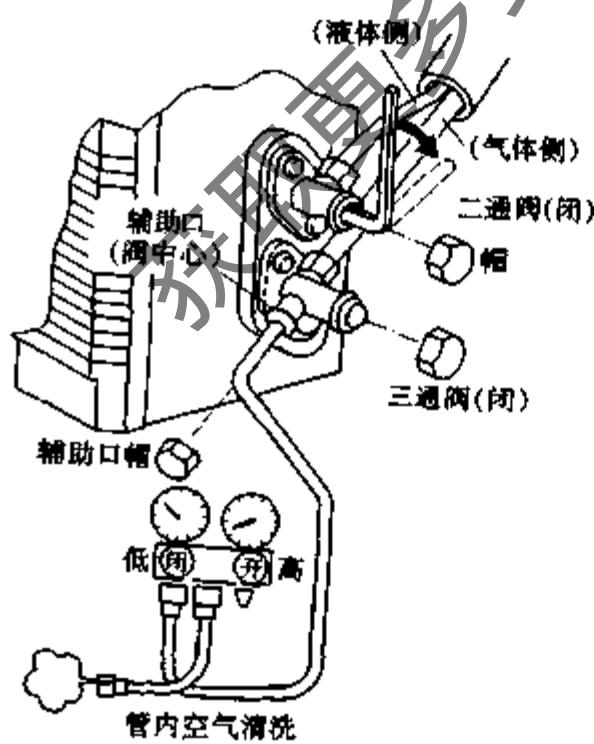
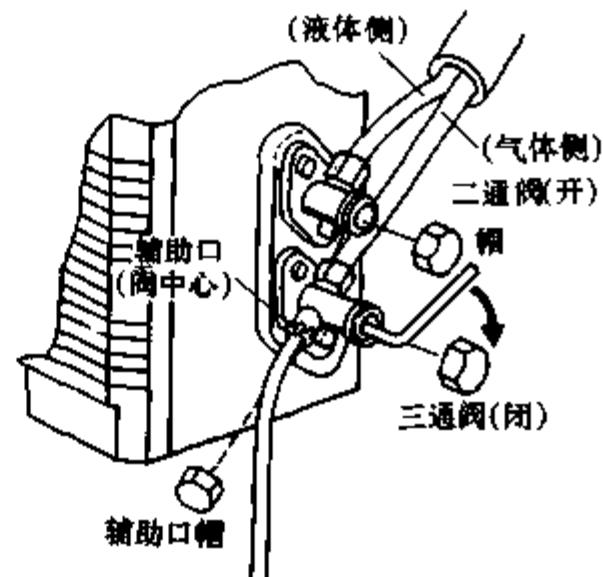

图 7-80 管内空气清洗
图 7-81 操作顺序
- (1) 使空调器进行 10 ~ 15min 的冷气运转。
- (2) 运转停止后,取下三通阀的辅助口帽,将充气装置接至辅助口(采用三通阀的机种时,应接至气体侧的三通阀)。
- (3) 将充气装置左侧的阀稍微打开,对软管内空气进行清洗之后,将阀关闭(见图 7-80)。
- (4) 将六角扳手插入二通阀,按顺时针方向将阀关闭(见图 7-80)。(采用三通阀的机种时,应关闭液体侧的三通阀)
- (5) 使空调器进行冷气运转,当压力表的指示为 0.1MPa 时停机。
- (6) 将三通阀(气体侧)的阀杆快速地按顺时针方向转至停止关闭(见图 7-81)。
- (7) 取下充气装置,装上二通阀、三通阀及辅助口的帽。
- (8) 至此抽气完毕,可取下配管。